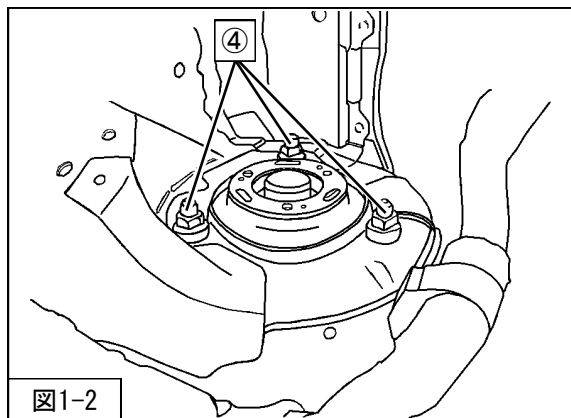

図1-2
3. ④フロントサスペンションASSYアッパー取付ナットを取外してください。（図1-2）